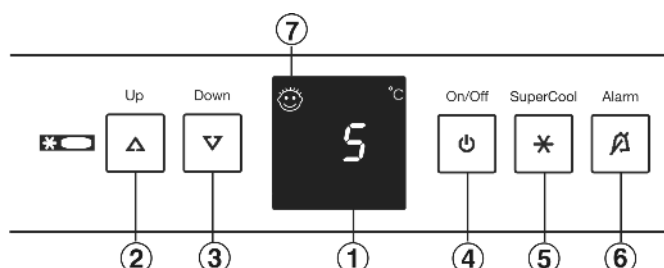

Fig. 2
- Stiskněte tlačítko On/Off *Fig. 2 (4)*.
- Aktivace režimu nastavování: Stiskněte Tlačítko SuperCool *Fig. 2 (5)* asi na 5 sekund.
- Pomocí seřizovacího tlačítka Up *Fig. 2 (2)* a seřizovacího tlačítka Down *Fig. 2 (3)* zvolte H .
- Potvrzení: Krátce stiskněte tlačítko SuperCool *Fig. 2 (5)*.
- Nastavení jasnějšího ukazatele: Stiskněte seřizovací tlačítko Up *Fig. 2 (2)*.
- Nastavení tmavšího ukazatele: Stiskněte seřizovací tlačítko Down *Fig. 2 (3)*.
- Potvrzení: Stiskněte tlačítko SuperCool *Fig. 2 (5)*.
- Ukončení režimu nastavení: Stiskněte tlačítko On/Off *Fig. 2 (4)*.